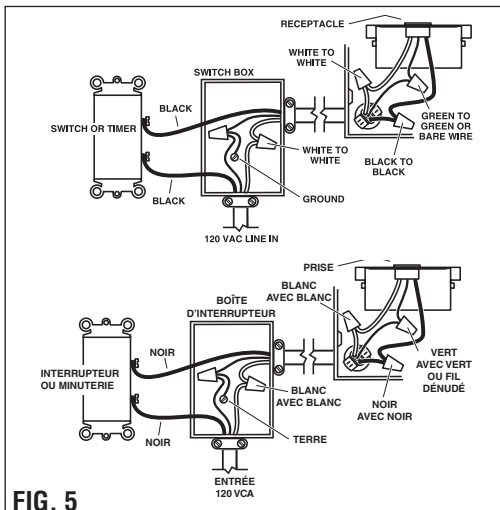

FIG. 5
4. **TURN OFF POWER AT SERVICE ENTRANCE** and connect wiring from fan to house wiring using correct size wire connectors. Connect black supply (house) wire to black wire on wire panel. Connect white supply (house) wire to white wire on wire panel. Connect ground (copper) supply (house) wire to green or copper wire in wire panel (FIG. 5).
4. **COUPER LE COURANT AU PANNEAU DE DISTRIBUTION** et brancher les fils du ventilateur au câblage domestique à l'aide de connecteurs de fils de la bonne taille. Brancher le fil d'alimentation noir (maison) au fil noir du panneau de câblage. Brancher le fil d'alimentation blanc (maison) au fil blanc du panneau de câblage. Brancher le fil de mise à la terre (cuivre) (maison) au fil vert ou en cuivre du panneau de câblage (FIG. 5).